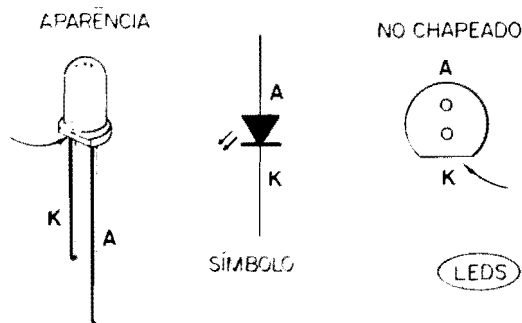

Fig.3
**- FIG. 3 - DETALHANDO O LED E A SUA ESTILIZAÇÃO NO "CHAPEADO"** - Na montagem prática do PLCM utilizamos três LEDs que (conforme sugere a LISTA DE PEÇAS...) tanto podem ser da mesma cor (todos vermelhos...), posteriormente "identificados" por caracteres aplicados externamente à caixa, quanto de cores individualmente diferentes (verde, amarelo - ou âmbar - e vermelho...). O resultado final ficará mais elegante com LEDs redondos, de 3 mm de diâmetro (mas nada impede que outros formatos, desde que de "cabeça" pequena, se-